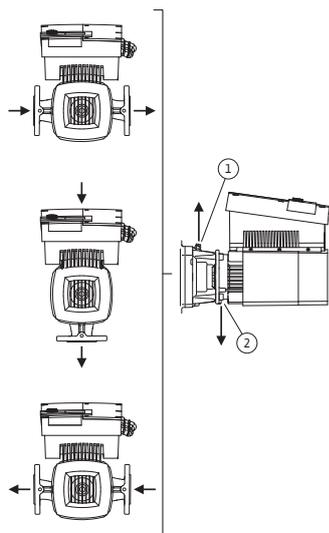

Fig. 23: Posiciones de montaje admisibles con eje del motor horizontal
Las posiciones de montaje admisibles con eje del motor horizontal y módulo electrónico aparecen representadas arriba (0°) en la Fig. 23. No salen en la figura las posiciones de montaje admisibles con el módulo electrónico montado lateralmente ($\pm 90^\circ$). Cualquier posición de montaje es admisible, excepto montar el módulo electrónico orientado hacia abajo (-180°). La purga de la bomba solo queda garantizada si la válvula de ventilación se orienta hacia arriba (Fig. 23, pos. 1).
Solo en esta posición (0°) se pueden evacuar de forma controlada los condensados producidos a través del orificio existente, tanto en la linterna de la bomba como en el motor (Fig. 23, pos. 2).
- Con el eje del motor en horizontal, el orificio de condensación debe estar hacia abajo (Fig. 23, pos.2). Si no es así, gire el motor convenientemente.